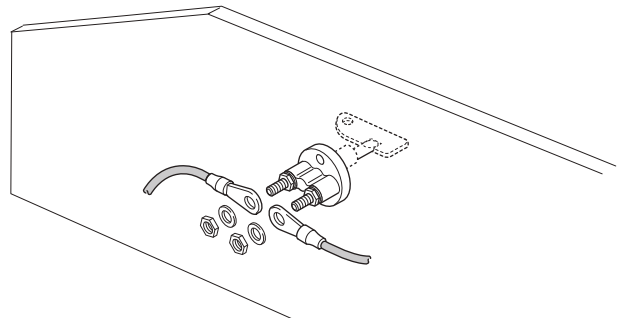
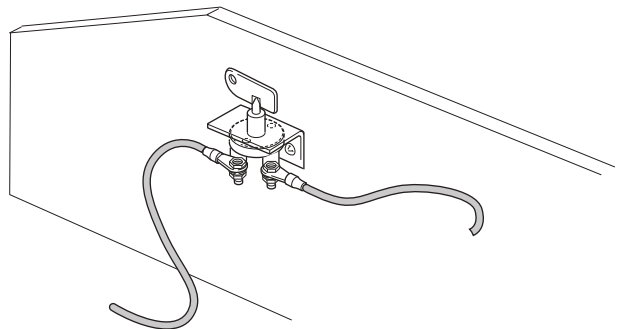

Fig. 42
Fig. 43
► Choisir un mode de fixation approprié pour le coupe-batterie (voir les exemples de montage (Fig. 42) (Fig. 43).